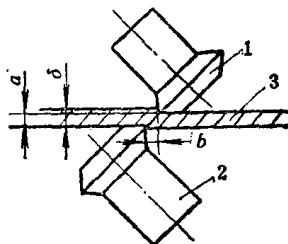
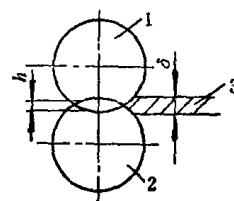

图1-3 滚刀切料位置图
图1-4 滚刀重叠示意图
- ①机器要有专人负责和维护，定期加注润滑油。
- ②工作前要清理场地，清除无关物件。
- ③工作前要检查滚刀刃是否锋利，发现损坏应及时调换。
④检验板料牌号、厚度和质量是否符合工艺要求。板料表面如有硬疤、电渣等，就不能剪切。
⑤根据料厚调整机床转数和剪刃间隙，一般垂直间隙  $a = \frac{1}{3}\delta$  ( $\delta$  为板厚)，水平方向间隙  $b = \frac{1}{4}\delta$ ，见图1-3所示。垂直间隙的调节需调上滚刀，水平间隙的调节需调下滚刀。剪刀若有重叠时，要使其重叠值  $h = (\frac{1}{6} \sim \frac{1}{4})\delta$ ，见图1-4所示。